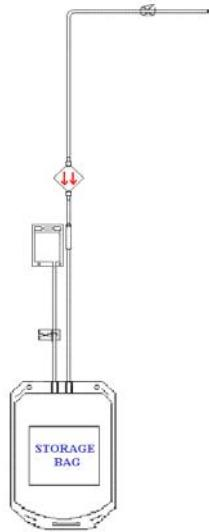

## Figura-1
Um saco de pool de 700 ml com 8 tubos de ligação para a camada leucoplaquetária (BC) e um tubo de ligação adicional para diluição da Solução Aditiva de Plaquetas (PAS), um filtro em linha Sepacell™ PLX-5 para redução leucoplaquetária ligado a um saco de armazenamento de plaquetas de 1,3 litros com um saco para amostrade 100 ml (Figura 1).